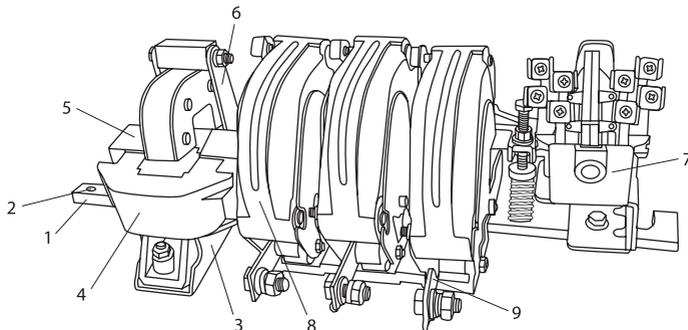

Рисунок 4. Конструкция контакторов серии КТ 6000 на примере контактора КТ 6013Б
5.1. Конструктивно все типоразмеры контакторов серии идентичны и различаются только размерами, зависящими, прежде всего, от величины номинального коммутируемого тока. Все контакторы смонтированы на жестких стальных рейках (1) (см. рис. 4), имеющих с обоих концов отверстие (2) для крепления контактора в распределительном устройстве. На этой рейке установлена неподвижная часть (3) магнитной системы с катушкой управления (4). Подвижная часть соединена с общим поворотным валом (5), на котором расположены подвижные медные силовые контакты фазных цепей, соединенные с выводами для подключения к электрической сети гибкими плетеными «косичками». Неподвижные медные контакты установлены на общей изолирующей рейке и соединены с соответствующими фазными